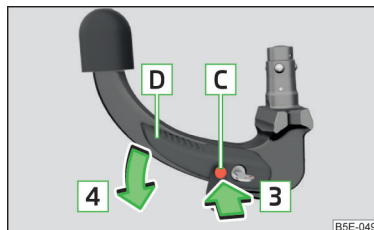

Fig. 299
- Insérez en appuyant la tige de déverrouillage **C** dans le sens de la flèche **3** jusqu'en butée et appuyez simultanément sur la manette de commande **D** dans le sens de la flèche **4** jusqu'en butée » fig. 299.